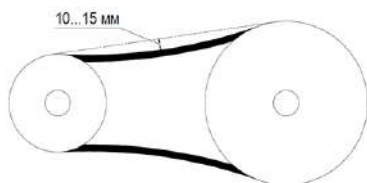

Рис. 4. Регулировка ремня
- проверить натяжение клинового ремня (см. рис. 4). При сжатии ремня в среднем положении, нормальный прогиб должен составлять примерно 10-15 мм.